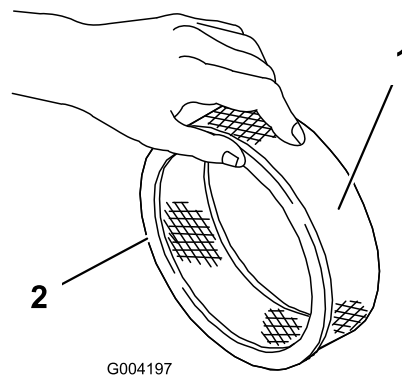

図 20
5. ペーパーフィルタに汚れや油汚れ、ゴムシールの傷がないか点検する(図 20)。
1. ペーパー・エレメントにスポンジ・エレメントを注意深く取り付ける(図 20)。